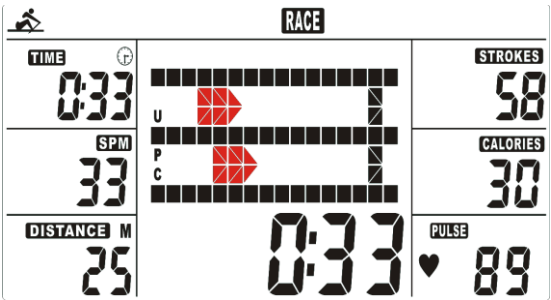
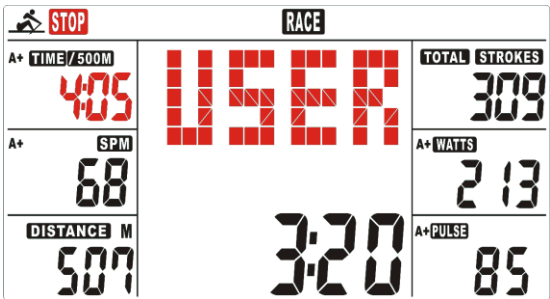
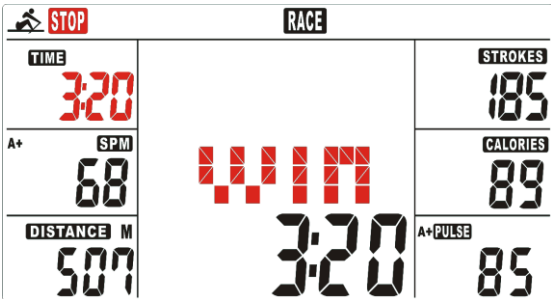

FIG 8
FIG 9
FIG 10
- B. Trykk START for å påbegynne treningsøkten. STOP-ikonet vil nå forsvinne. Brukeren og en virtuell motstander vil vises på matriseskjermen (Fig 8). Økten er over når en av løperne når den forhåndsinnstilte treningsdistanse og krysser målstreken. Beskjeden «PC WIN» eller «USER WIN» vil vises på skjermen avhengig av hvem som vant. (Fig 9 – Fig 10).